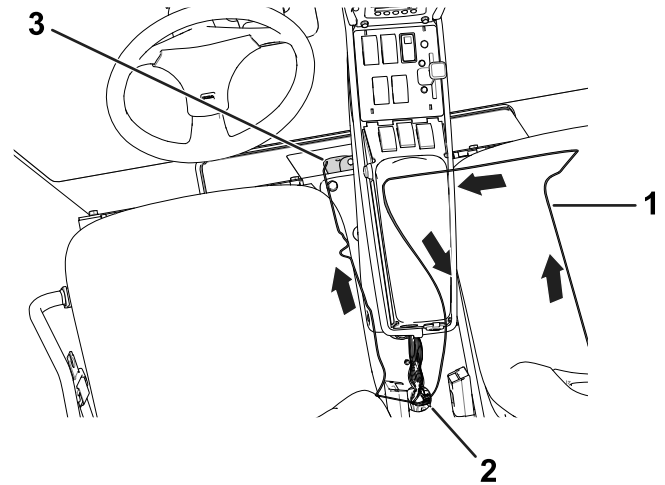
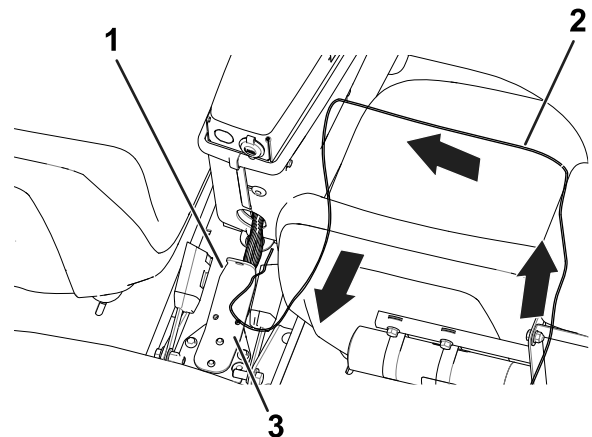

Bild 8
Bild 9
Verlegen Sie den Schlauch entlang des vorhandenen Kabelbaums durch die Bedienfeldöffnung (Bild 9).
Verlegen Sie den Schlauch entlang des vorhandenen Kabelbaums durch die Bedienfeldöffnung und zur Vorderseite des Sitzunterteils (Bild 8).
4. Befestigen Sie die Schläuche mit Kabelbindern am vorhandenen Kabelbaum (Bild 9 oder Bild 8).